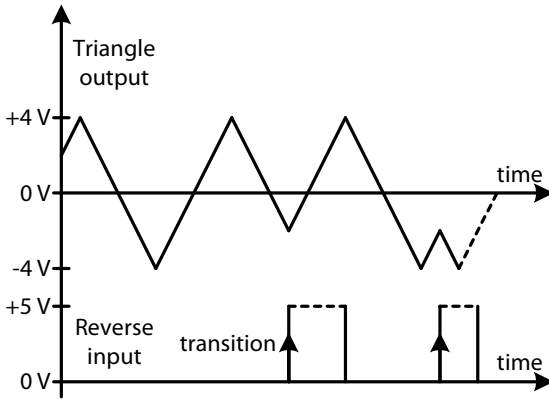

Abb. 8 Reverse
Zum Schluss sei noch auf die Reverse Funktion hingewiesen. Sie entspricht einem Softsync bei dem mit einem 0 V -> +5 V **Übergang** an **Buchse (13)** die Verlaufsrichtung des Dreiecksignals einmalig umgekehrt wird. **Abb. 8** zeigt wie.